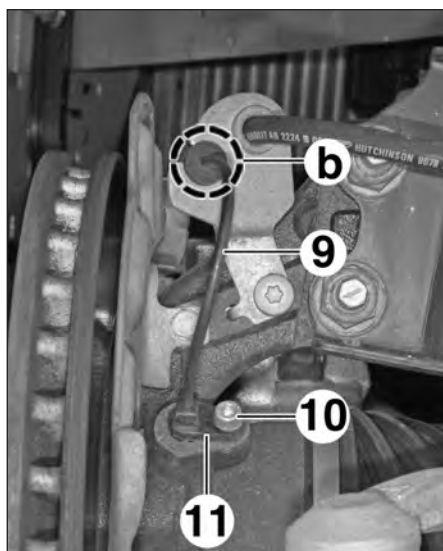

FIG.38
- le faisceau (9) en (b) (Fig.38).
- la vis (10),
- le capteur de roue (11).